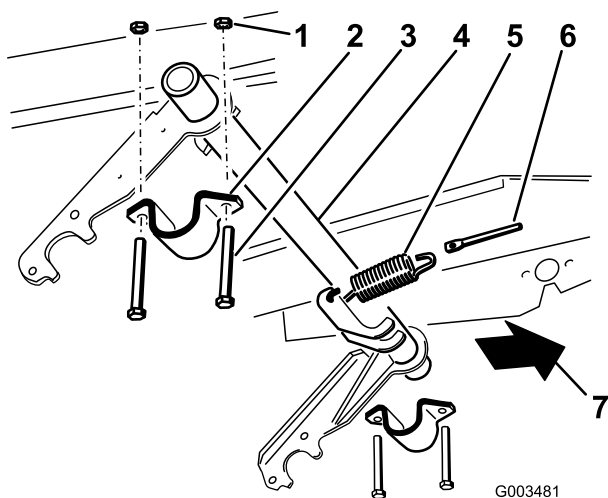

Рисунок 5
1. Подсоедините пружину растяжения к одному из пружинных рычагов на шарнирной трубе и к штоку пружины (Рисунок 5).
2. Свободно установите кронштейн шарнирной трубы на правой стороне (Рисунок 5).
3. Вставьте правую сторону шарнирной трубы в правый кронштейн шарнирной трубы (Рисунок 5).
5. Поднимите левую сторону шарнирной трубы к раме и установите ее в кронштейн шарнирной трубы с помощью 2 болтов 3/8 x 3 дюйма и 2 контргайек (3/8") (Рисунок 5).